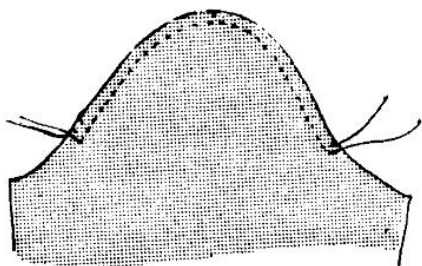

Рис. 222
3. С лицевой стороны детали рукава положите посадочную строчку вдоль оката, начав чуть ближе, а закончив чуть дальше отметок переда и спинки (рис. 222). Если рукав имеет глубокий окат, прострочите еще раз, отступив 1 см от среза.